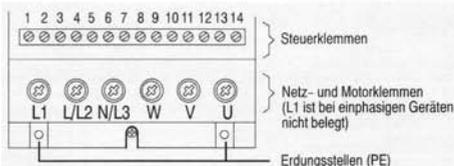

Bild 2: Netz- und Steuerungsklemmen
Die Netz- und Motorklemmen (siehe Bild 2) können gefährliche Spannungen führen, selbst wenn der Umrichter nicht funktionsfähig ist.
- (3) Für Steuerkreise sind geschirmte Leitungen zu verwenden. Die Leitungsenden sorgfältig abschließen und darauf achten, daß die Adern nicht ungeschirmt verlaufen.
- (4) Die Steuerleitungen sind von den Lastleitungen möglichst entfernt zu verlegen, unter Verwendung getrennter Leitungskanäle etc. Bei Leitungskreuzungen soll nach Möglichkeit ein Winkel von 90° hergestellt werden. Darüber hinaus ist sicherzustellen, daß die Netzeingangskabel von den Motorausgangskabeln getrennt gehalten werden.
- (5) Stellen Sie sicher, daß die Schütze in den Schränken entfällt sind, entweder durch RC-Beschaltungen im Fall von Wechselspannungsschützen oder durch 'Freilauf'-dioden bei Gleichstromschützen, wobei die **Entstößmittel an den Spulen anzubringen sind**. Varistoren für Überspannungsbegrenzung sind ebenfalls wirksam. Das ist insbesondere dann von Bedeutung, wenn die Schütze über das Relais am Umrichter gesteuert werden.
- (6) Für die Netzanschlüsse sind abgeschirmte oder bewehrte Kabel zu verwenden und die Abschirmung ist an den am Umrichter angebrachten Erdungspunkten (siehe Bild 2) zu erden.
- (7) Die niedrigste, noch mögliche Schaltfrequenz wählen. Dadurch wird die Intensität der vom Umrichter erzeugten elektromagnetischen Störungen herabgesetzt.